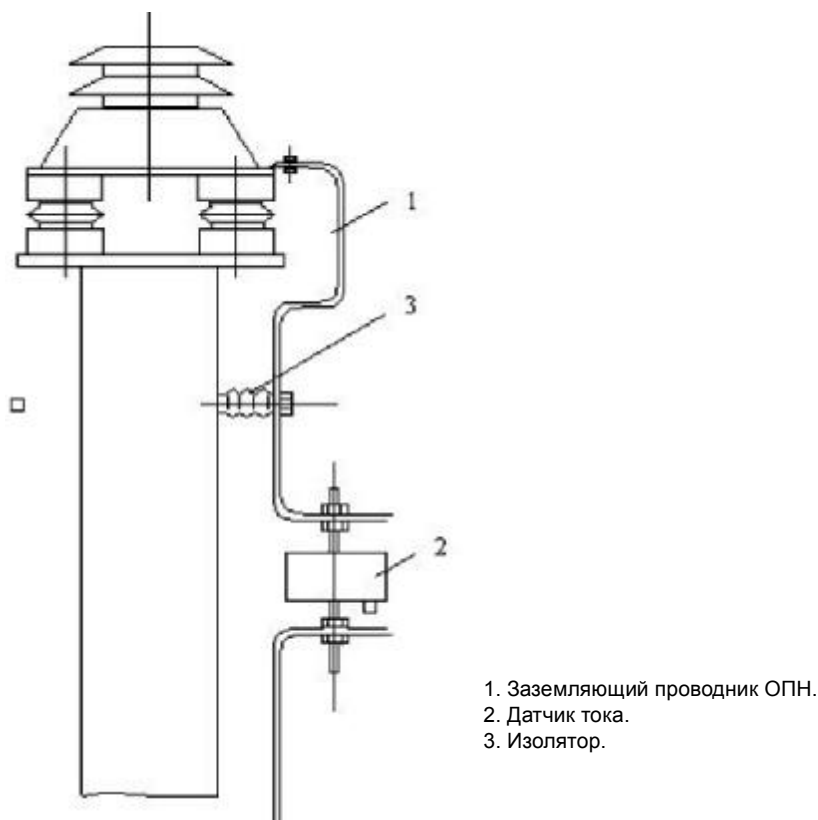

Рис.3. Схема включения датчика тока
4.3. Датчик должен включаться последовательно в цепь заземления ОПН в соответствии со схемой включения, приведенной на рис.3. Рекомендуемая высота установки датчика тока -  $h = 1.5 \div 1.8$  м.